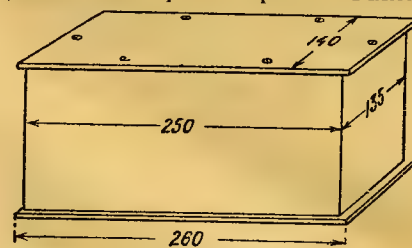
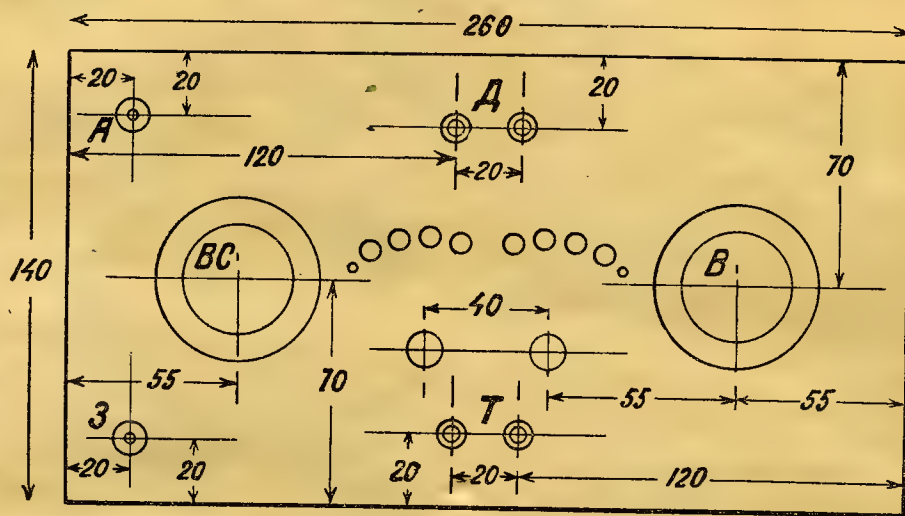

Рис. 6. Ящик приемника.
Рис. 7. Разметка крышки приемника.
- 1 ящик (см. рис. 6),
см. рис. 6. Верхнюю крышку ящика лучше пропарафинить, но и сделанная из сухого, твердого дерева крышка будет служить не хуже. Разметка крышки производится согласно рис. 7, при чем лучше поступить так: вырезать из плотной бумаги листок по размеру крышки, на нем произвести разметку, а затем приложив край в край на крышку ящика, переколоты шилом точки, в которых нужно просверлить.